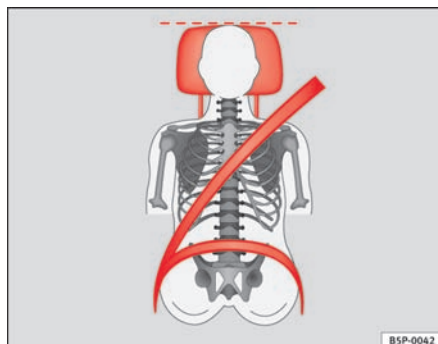
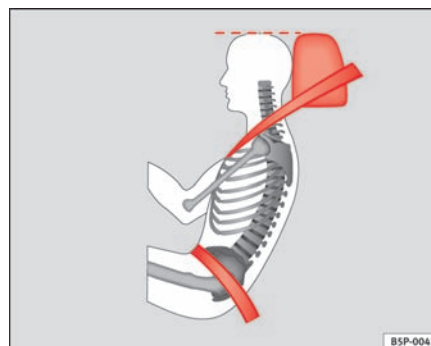

Fig. 92 Vista de frente: apoyacabezas y cinturón ajustados correctamente
Fig. 93 Vista de lado: apoyacabezas y cinturón ajustados correctamente
- Ajuste el apoyacabezas de modo que el borde superior del mismo quede a la misma altura que la parte superior de la cabeza, como mínimo a la altura de los ojos. ⇒ **fig. 92** y ⇒ **fig. 93**.